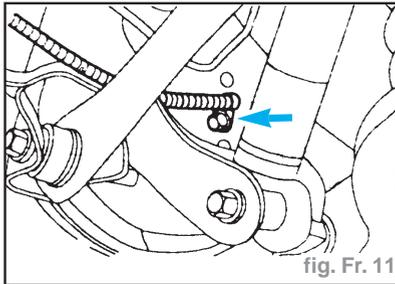

fig. Fr. 11
- Débrancher le capteur du système de freinage antiblocage (fig. Fr. 11).